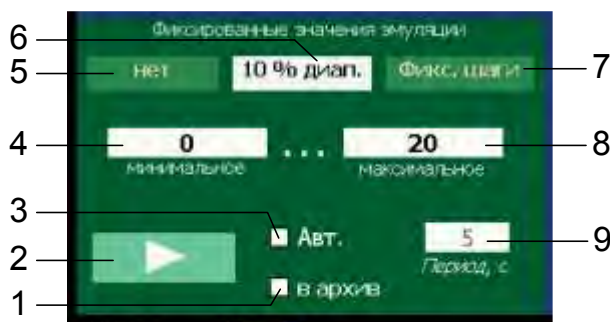

Рисунок 2.32
2) при нажатии кнопки **«10 % диап.»** ИКСУ-2012 воспроизводит значения в пошаговом режиме начиная с минимального заданного (значение параметра **«минимальное»**) до максимального (значение параметра **«Максимальное»**) с интервалом, равным 10 % от диапазона, обозначенного границами параметров **«минимальное»** и **«максимальное»** (см. рисунок 2.32).